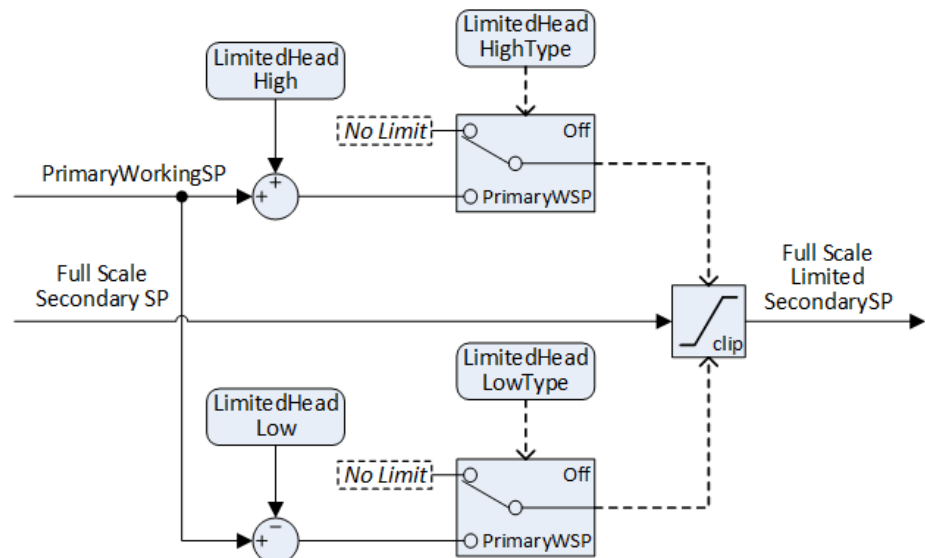

Abbildung 108 „Limited Head“-Funktion für Vollbereichskonfiguration.
- Den Vollbereichssollwert können Sie durch obere und/oder untere Grenzen relativ zum primären Arbeitssollwert durch die „Limited Head“-Funktion einschränken, siehe Abbildung 108.